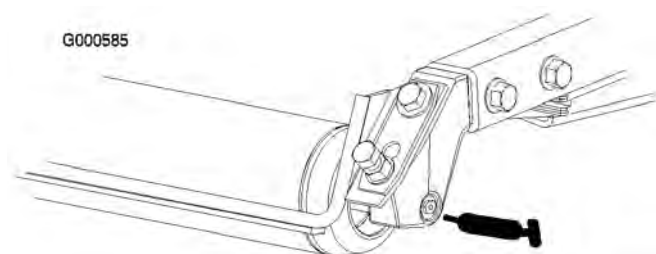

Figura 27
- Rolamentos do rolo traseiro (2 por cada unidade de corte) (Figura 27)
Nota: Os bocais de embeber nos rolamentos (Figura 27) necessitam de um adaptador de bocal de pistola de pulverização. Encomende a peça n° 107-1998 da Toro ao seu distribuidor autorizado Toro.